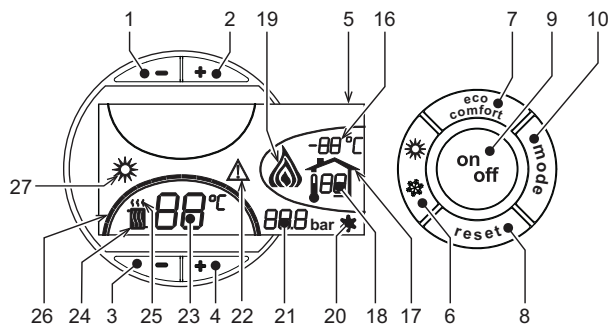
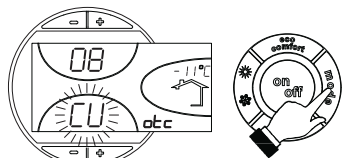
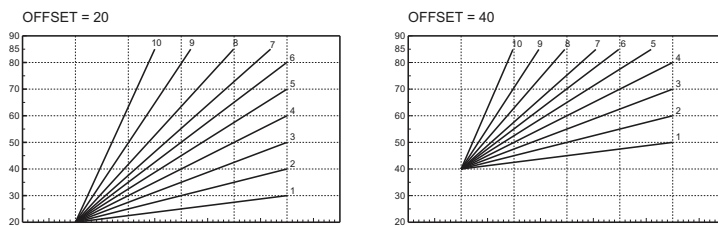

рис. 1 - Панель управления
рис. 9 - Кривая погодозависимого регулирования
рис. 12 - Пример параллельного смещения кривых погодозависимого регулирования
Нажмите клавишу on/off (поз. 9 - рис. 1) в течение 1 секунды.
Для повторного включения котла снова нажмите клавишу on/off (поз. 9 рис. 1) в течение 1 секунды.
- Нажмите кнопку ВКЛ/ВЫКЛ (9 - рис. 1)
Нажмите клавишу **Лето/Зима** (поз. 6 - рис. 1) на 1 секунду.
На дисплее высвечивается символ "Лето" (поз. 27 - рис. 1). При этом котел будет вырабатывать только воду для ГВС. Остается активная система защиты от замерзания.
Для выключения режима "Лето" вновь нажмите клавишу **Лето/Зима** (Поз. 6 - рис. 1) на 1 секунду.
Температура в системе отопления регулируется в пределах от 30°C до 80°C с помощью клавиш (дет. 3 и 4 - рис. 1).
Температура в системе ГВС регулируется в пределах от 10°C до 65°C с помощью клавиш (поз. 1 и 2 - рис. 1).
При установке внешнего датчика (опция) на дисплей панели управления (поз. 5 -) выводится рис. 1 текущая внешняя температура, измеряемая этим датчиком. При этом система управления котлом работает в режиме "Плавающая температура". В этом режиме температура воды в системе отопления регулируется в зависимости от внешних климатических условий с тем, чтобы обеспечить максимальный комфорт и экономию энергии в течение всего года. В частности, при увеличении температуры наружного воздуха уменьшается температура подаваемой в систему отопления воды в соответствии с определенной "характеристикой компенсации".
В режиме плавающей температуры величина, заданная с помощью клавиш регулировки отопления (поз. 3 и 4 - рис. 1), становится максимальной температурой воды системы отопления. Рекомендуется устанавливать ее на максимальную величину, чтобы позволить системе выполнять регулировку во всем полезном рабочем диапазоне.
При однократном нажатии на клавишу **Режим** (поз. 10 - рис. 1) отображается фактическая компенсационная кривая (рис. 9), которую можно изменить с помощью **клавиш системы ГВС** (поз. 1 и 2 - рис. 1).
При нажатии **клавиш регулировки температуры отопления** (поз. 3 и 4 - рис. 1) обеспечивается доступ к режиму параллельного изменения кривых (рис. 12), изменяемого с помощью **клавиш системы ГВС** (поз. 1 и 2 - рис. 1).
При повторном нажатии клавиши **Режим** (поз. 10 - рис. 1) осуществляется выход из режима регулировки параллельных кривых.
Если к котлу подключено устройство дистанционного управления с таймером (опция), вышеописанные регулировки производятся в соответствии с указаниями, приведенными в таблице 1. При этом на дисплее пульта управления (поз. 5 - рис. 1) высвечивается температура в помещении, измеряемая устройством дистанционного управления.
Выбор режимов ECO/COMFORT	При выключении режима ГВС с пульта ДУ котел переходит в режим "Eco-поту". В этих условиях клавиша 7 - рис. 1 на панели котла отключена.
При включении режима ГВС с устройства ДУ с таймером котел устанавливается в режим Comfort. В этих условиях с помощью клавиши 7 - рис. 1 на панели управления котла можно выбрать любой из этих двух режимов.